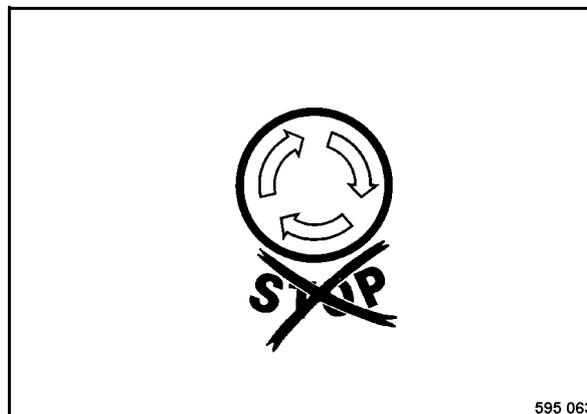

Fig. 53
- Controllare se tutti gli interruttori di arresto di emergenza (Fig. 53) sono sbloccati.